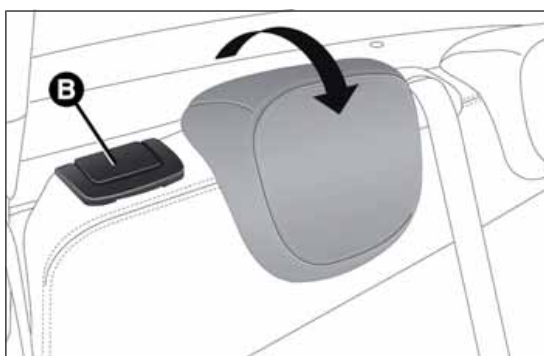
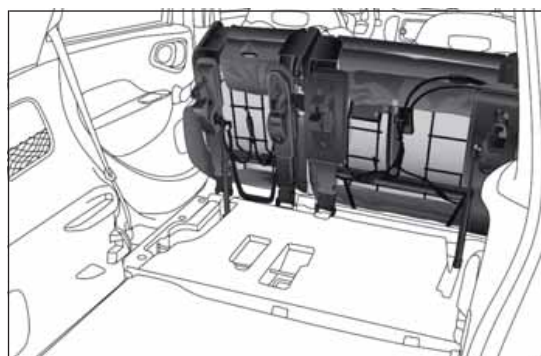

Abb. 89
Abb. 90
- Den Entriegelungshebel B Abb. 89 nach oben schieben, um den linken oder rechten Teil der Rückenlehne umzuklappen: die Rückenlehne und das Polster werden automatisch nach vorne geklappt (siehe Abb. 90). Falls erforderlich die Rückenlehne im ersten Teil des Kippvorgangs begleiten.